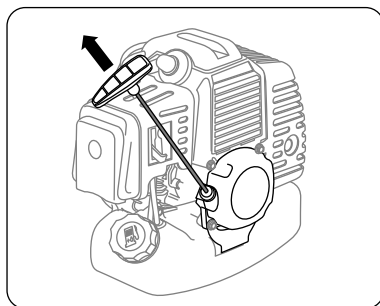

рис. 11
6. Придерживая триммер, плавно потяните рукоятку стартера до момента зацепления в механизме стартера. После чего энергично вытяните шнур на 50–60 см (рис. 11). Во избежание повреждения корпуса стартера не бросайте рукоятку стартера, плавно верните ее в исходное положение. Повторите данные действия 3–5 раз до первой вспышки топлива в двигателе. При этом двигатель заводиться не должен.
3. Плавно потяните рукоятку стартера до момента зацепления в механизме и энергично вытяните шнур еще на 50–60 см. Во избежание повреждения корпуса стартера не бросайте рукоятку стартера, плавно верните ее в исходное положение. Повторите данные действия 2–3 раза, двигатель должен завестись (рис. 11).